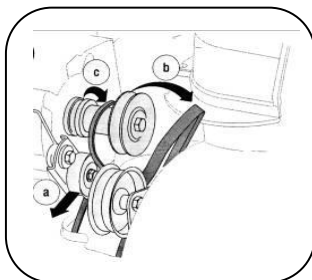

Рис. 17
- c. Снимите ремень привода с ролика двигателя (см. рис.17).